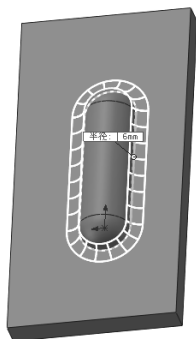

图 10-135 选择圆角边线
5) 单击“特征”控制面板中的（圆角）按钮，或选择“插入”→“特征”→“圆角”菜单命令，输入圆角半径值“6”，按住〈Shift〉键，选择旋转特征的边线，如图 10-135